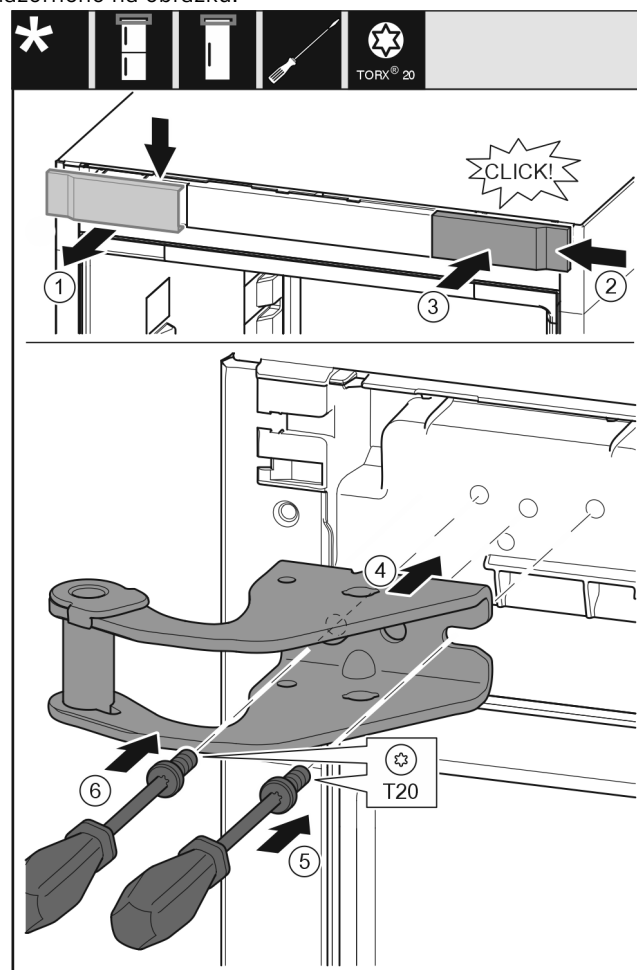

Fig. 31
- ▶ Odeberte kryt shora dopředu. Fig. 31 (1)
- ▶ Kryt otočený o 180° zavěste na druhé straně zprava. Fig. 31 (2)
- ▶ Zaklapněte kryt. Fig. 31 (3)
- ▶ Nasadte horní stojan ložiska. Fig. 31 (4)
- ▶ Šroubovákem T20 nasadte šroub a utáhněte. Fig. 31 (5)
- ▶ Šroubovákem T20 vložte šroub a utáhněte. Fig. 31 (6)